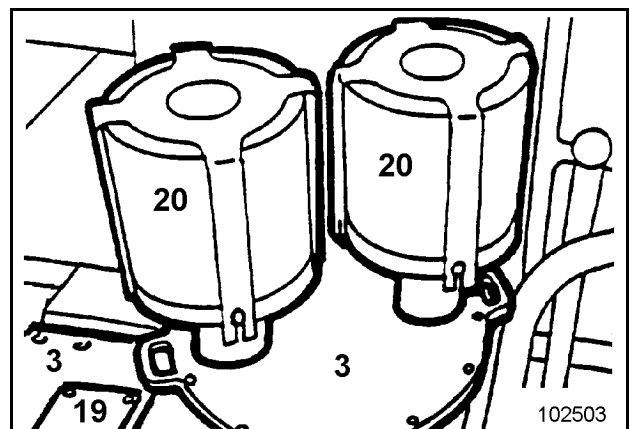

Fig. 3-77:
- Remove cap (3, Fig. 3-77:).
- Refit cap (3)..